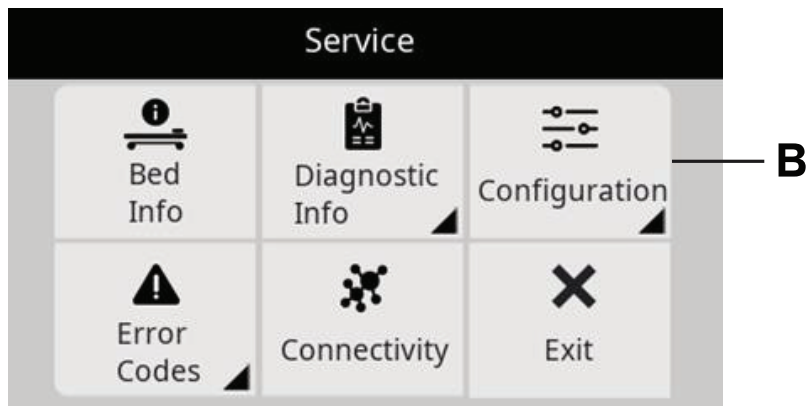

Рисунок 5 – Меню обслуживания ProCuity
3. Войдите в меню обслуживания и выберите **Настройка (B)** (Рисунок 5).